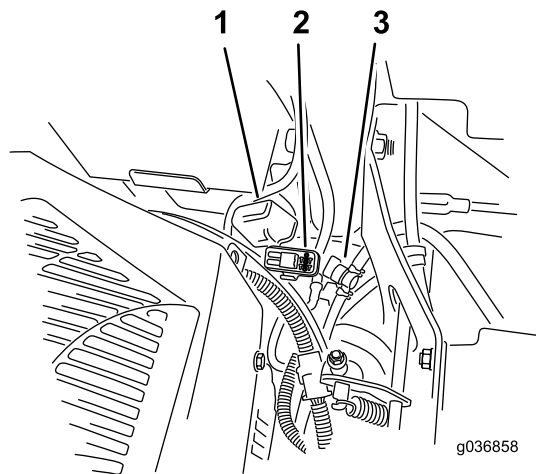

図 55
ヒューズは運転席右側のコンソールの中にある図 55。
2. 新しいヒューズを取り付ける図 55。